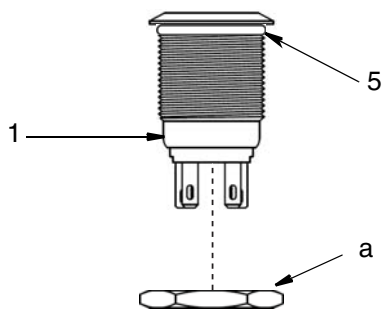

FIG. 1
3. Retire la tuerca de bloqueo (a) del botón (1). Instale la junta tórica (5) (FIG. 1).